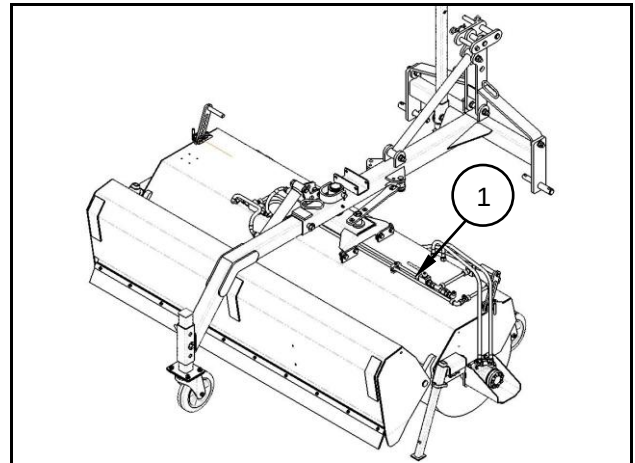

Fig. 6.1
- Absperrhahn (1) für den Entleerungszyylinder (Fig. 6.1) schließen.